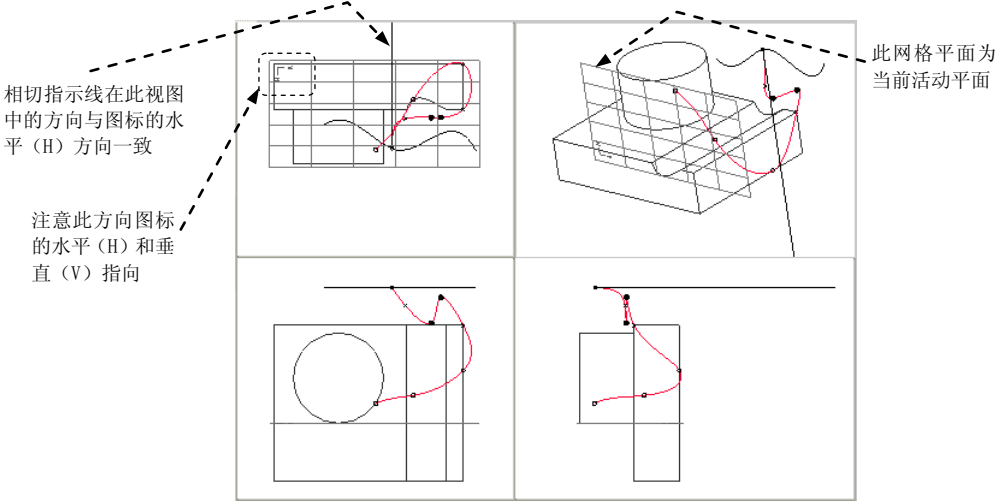

图 8.3.28 水平 (Horizontal)
使相切指示线方向与活动平面中的水平方向保持一致，仅能改变切线长度。可单击  按钮，显示四个视图，将发现相切指示线在左上视图方向与图标的水平 (H) 方向一致，如图 8.3.28 所示。